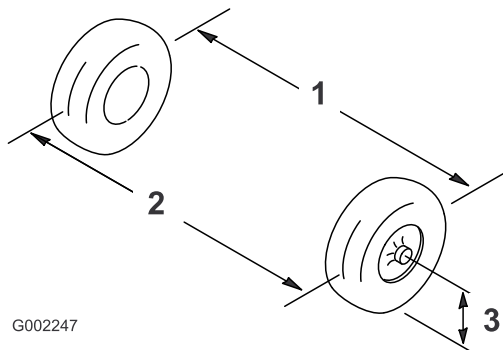

Bild 64
2. Messen Sie den Abstand zwischen beiden Vorderreifen auf Achshöhe (an der Vorder- und Rückseite der Vorderreifen) (Bild 64).